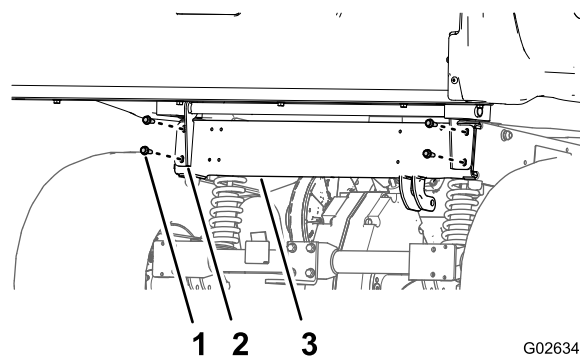

Figura 19
- Abbassate con cautela il pianale fino a quando i fori nelle staffe orientabili non sono allineati con i fori di montaggio per il pianale nel canale del telaio posteriore (Figura 19).
- Fissate le staffe orientabili al canale del telaio posteriore con i 4 bulloni a testa flangiata (3/8 x 1 poll.) che avete rimosso al passaggio 8 di Macchine con sollevamento manuale del pianale (pagina 3); fate riferimento a Figura 19.
3. Abbassate con cautela il pianale fino a quando i fori nelle staffe orientabili non sono allineati con i fori di montaggio per il pianale nel canale del telaio posteriore (Figura 19).
4. Fissate le staffe orientabili al canale del telaio posteriore con i 4 bulloni a testa flangiata (3/8 x 1 poll.) che avete rimosso al passaggio 8 di Macchine con sollevamento elettrico del pianale (pagina 5); fate riferimento a Figura 19.